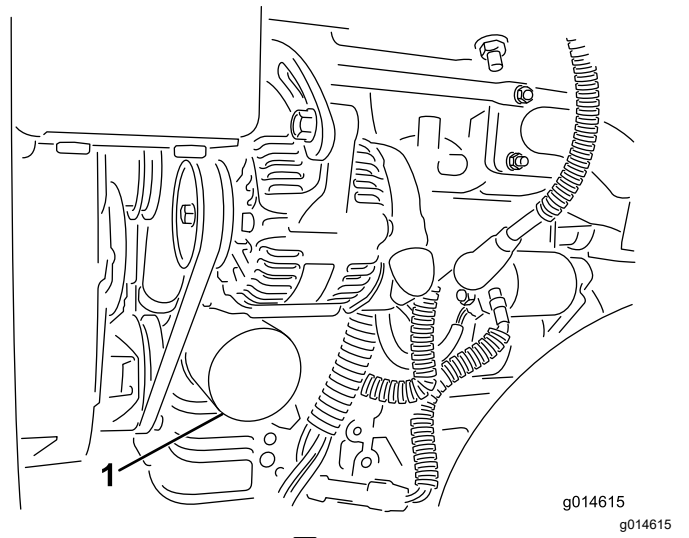

图 36
2. 拆下机油滤芯 图 36。在新的滤芯垫片上涂上薄薄一层干净油。